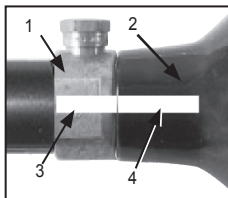

Figura 4 Cilindro y válvula
LA VÁLVULA DE BRONCE O NÍQUEL (FIGURA 4, #1) HA SIDO FABRICADA PARA ESTAR UNIDA AL CILINDRO DE AIRE/ CO2. UN CILINDRO DE AIRE/CO2 PUEDE DISPARARSE CON TAL FUERZA QUE PUEDE CAUSAR LESIONES PERMANENTES O LA MUERTE SI SE SEPARA EL CILINDRO (2) DE LA VÁLVULA (1).
Referirse a la Figura 4. Han habido reportes de incidentes causados por jugadores que sin conocimiento desatornillan el cilindro (2) de la válvula (1). Esto ocurre cuando el jugador piensa que el ensamble cilindro y la válvula han sido desatornillado de el adaptador de suministro de aire (ASA) del marcador de paintball, cuando en realidad están desatornillando el cilindro de la válvula del cilindro.